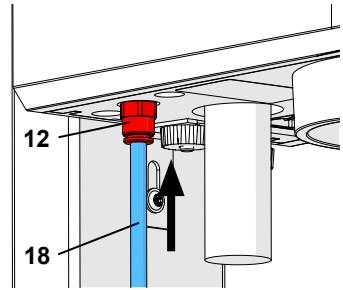

Fig. 5-a
**!** En equipos anteriores, el filtro de entrada (13) viene montado fuera del propio equipo (Fig. 5-b). En estos casos, introducir la manguera de aire comprimido (18) en el filtro de entrada (13). Para ello hay que salvar una ligera resistencia.